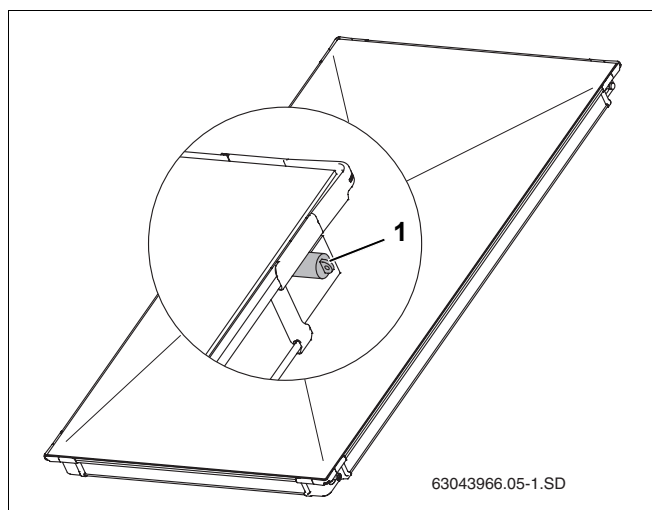

Рис. 6 Резиновые крышки на штуцерах коллектора
- Снимите резиновые крышки (рис. 6, поз. 1) только непосредственно перед монтажом.